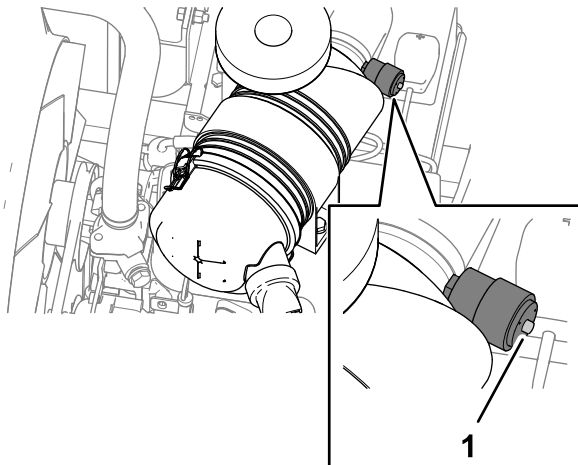

Figure 61
3. Contrôlez l'indicateur de colmatage du filtre (Figure 61).
Remarque: Faites l'entretien du préfiltre si l'indicateur de colmatage (Figure 61) est rouge. Le remplacement fréquent du filtre à air accroît le risque de contamination du moteur par des impuretés quand le filtre est déposé.